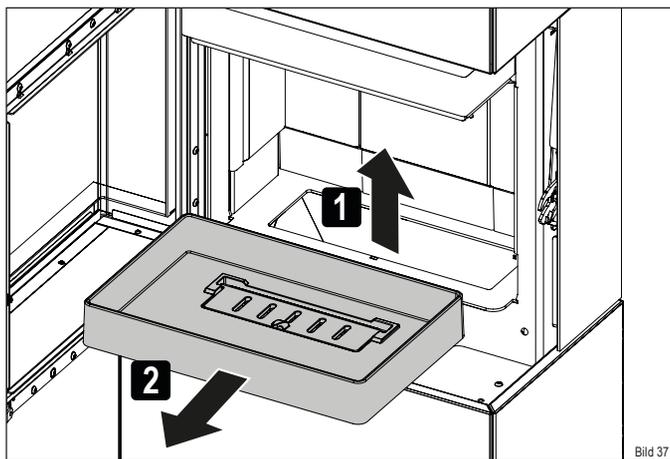

Bild 37
- ▶ Entnehmen Sie das Feuerrost (Bild 37)